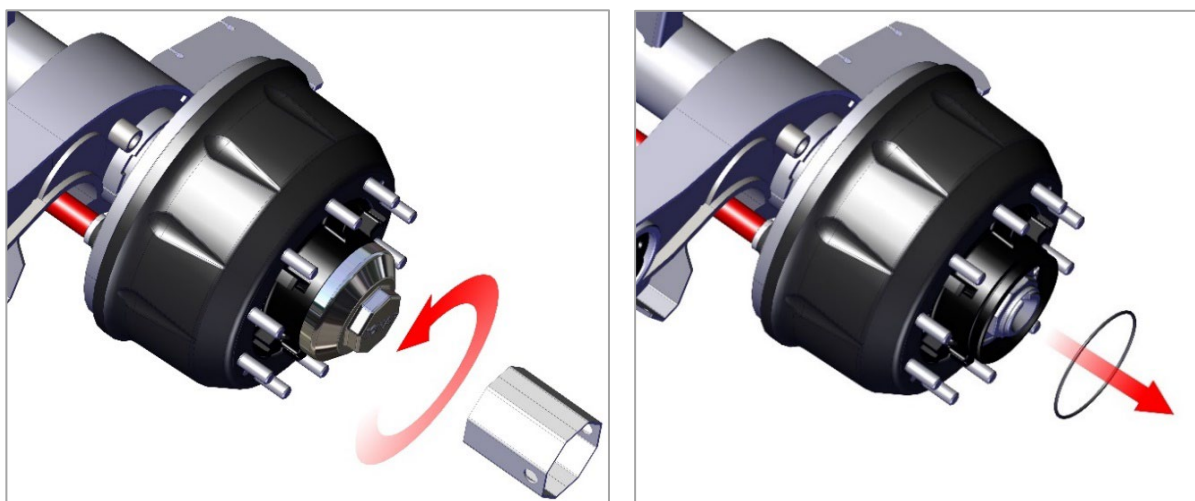

Рис. 14. Снятие крышки ступицы
1) Отверните специальным ключом крышку ступицы, убедитесь, что резиновое уплотнительное кольцо не повреждено (рис. 14).